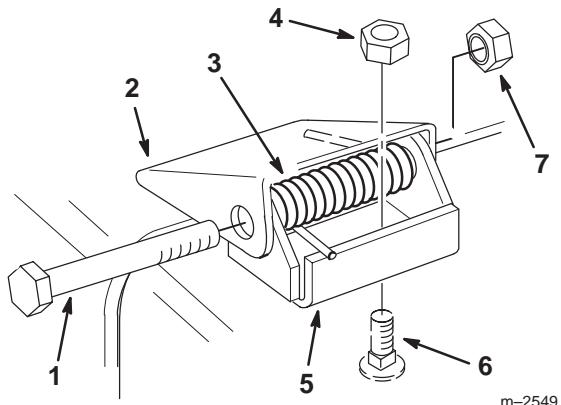

Bild 34
1. Entfernen Sie die Sicherungsmuttern, Schrauben und Federn, mit denen die Ablenkblechhalterung an den Schwenkbügeln abgesichert wird (Bild 34).
2. Entfernen Sie, wenn die Schwenkbügel ausgetauscht werden müssen, die Schlossschrauben und Hutmutter, mit denen die Bügel an der Oberseite der Auswuröffnung abgesichert sind. Montieren Sie dann die Ersatzschwenkbügel. Stellen Sie sicher, dass sich die Köpfe der Schlossschrauben an der Innenseite des Schneidwerks befinden (Bild 34).
3. Montieren Sie die Ablenkblechbügel zwischen den Schwenkbügeln mit Schrauben, Federn und Sicherungsmuttern. Stellen Sie sicher, dass die geraden Enden der Federn zwischen den Ablenkblechhalterungen und dem Ablenkblech positioniert sind (Bild 34).
4. Ziehen Sie die Sicherungsmuttern so weit fest, dass sie die Schwenkbügel berühren (Bild 34).